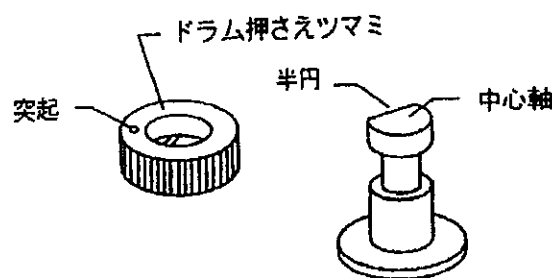

図6-1 円筒ドラムの脱着
6.1 円筒ドラムの脱着(図6-1)
- ① 「ケース開けボタン」を押してケースをスライドさせて本体から外します。
- ② ペン寄せ棒を手前に引き円筒ドラムからペンを離します。
- ③ ドラム押さえツマミの突起を中心軸の半円に合わせ、ツマミを上持ち上げて外します。